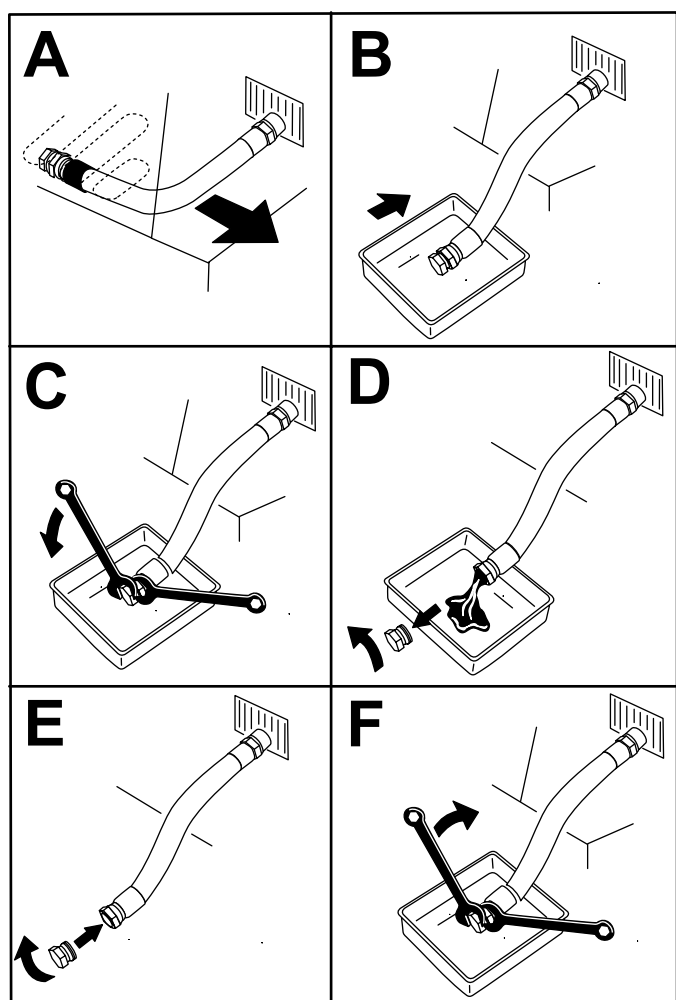

Figure 35
4. Vidangez l'huile moteur (Figure 35).